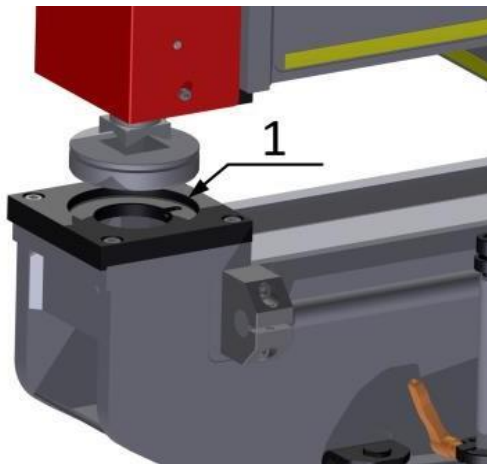

Рис. 2
б) У гніздо матриці вставити матрицю відповідного розміру до штампа. Для квадратних або вигнутих матриць звертайте увагу на положення штифта позиціонування (рис. 2 і 3) (1). У разі використання матриць SW503 розміром  $\varnothing 40,5$  мм та SW504 розміром  $30,5 \times 30,5$  мм слід використовувати адаптер.